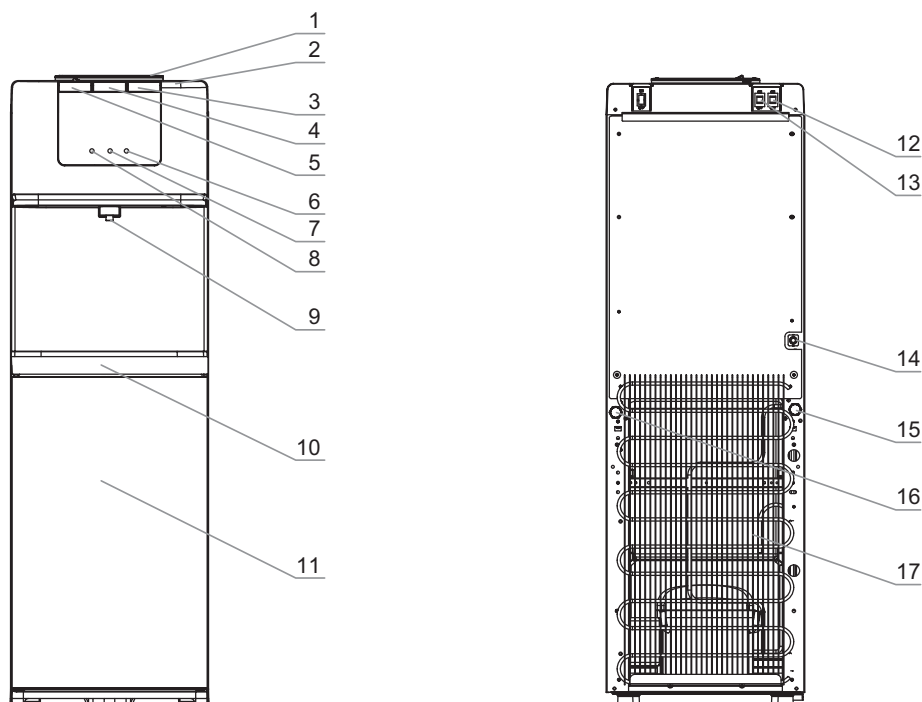

Рис. 1. Схема аппарата V8020C
Поставьте чашку или другую емкость для воды на лоток каплесборника (рис. 1–10) под кран подачи воды.
Чтобы налить горячую воду нажмите и удерживайте клавишу подачи горячей воды (рис. 1–5), сдвинув влево замок. Чтобы налить воду комнатной температуры или холодную воду, нажмите и удерживайте клавиши подачи воды комнатной температуры (рис. 1–4) или холодной воды (рис. 1–3). В силу технических особенностей кранов допустимо подкапывание воды в объеме 5–10 мл, после каждого использования аппарата, капли стекают в лоток каплесборника (рис. 1–10).
Выключатели нагрева (рис. 1–12) и охлаждения (рис. 1–13)
Индикатор нагрева воды (рис. 1–7) горит, когда аппарат нагревает воду.
Индикатор охлаждения воды (рис. 1–6) горит, когда аппарат охлаждает воду.
Перед первым использованием рекомендуется слить по 500 мл воды через каждый кран. Если кабель электропитания (рис. 1–14) и выключатель нагрева (рис. 1–12) были
Когда Вы убедились, что вода из крана подачи воды идет непрерывной струей, установите выключатели нагрева и охлаждения (рис. 1–12, 1–13) в положение **I**.
1. Сразу установите выключатели нагрева и охлаждения (рис. 1–12, 1–13) в положение **O**.
4. Убедившись, что вода из крана подачи воды идет непрерывной струей, установите выключатели нагрева и охлаждения (рис. 1–12, 1–13) в положение **I**.
Отключение и включение нагрева и охлаждения при замене бутылки осуществляется исключительно с помощью выключателей нагрева и охлаждения (рис. 1–12, 1–13), а не кабелем электропитания. После кратковременного отключения аппарата от сети электропитания повторное включение допускается через 2–3 минуты.
3. Снимите съёмные детали с аппарата (рис. 1–1, 1–10) и тщательно промойте их с небольшим количеством моющего раствора, предназначенного для мытья посуды.
4. Остатки воды в системе необходимо слить через сливные отверстия (рис. 1–15, 1–16), расположенные на задней стенке аппарата, после чего закрыть отверстия.
6. Промойте аппарат чистой водой: необходимо залить в систему около 4 литров чистой воды, затем слить через кран подачи воды (рис. 1–9) и отверстия для слива (рис. 1–15, 1–16). При необходимости повторите процедуру.
5. Остатки воды в системе необходимо слить через сливные отверстия (рис. 1–15, 1–16), расположенные на задней стенке аппарата, после чего закрыть отверстия.